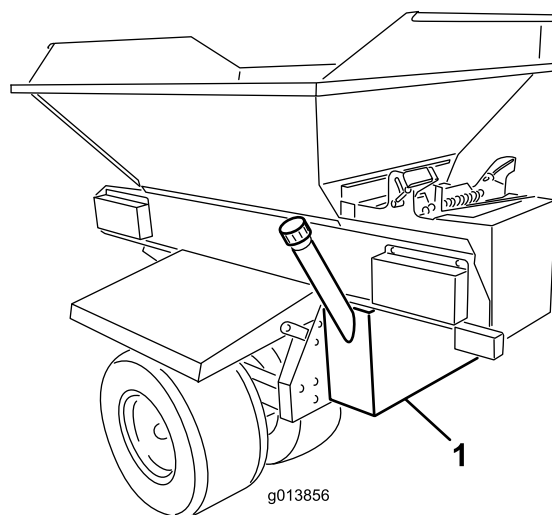

図 1
4. 油圧タンクを下から支えながら、タンクをプロパスのシャーシの後壁に取り付ける。タンクが左右方向の中央にあり、また垂直に載っていることを確認する（図 1）。